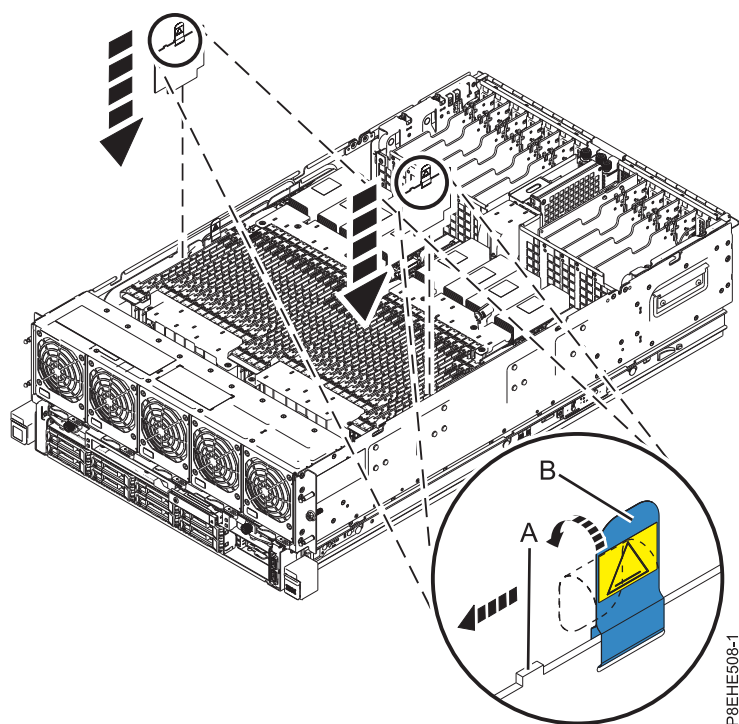

Figura 1. Instalando o módulo do regulador de voltagem da memória
- a. Coloque o módulo do regular de voltagem da memória no conector do painel traseiro do sistema, conforme mostrador em Figura 1.
**Nota:** Ao instalar o módulo do regulador de voltagem da memória, certifique-se de que a guia verde (A) está no lado do módulo do regulador de voltagem da memória que está mais perto da parte frontal do sistema. Isso assegurará que o módulo do regulador de voltagem da memória esteja orientado corretamente não esteja instalado de ponta cabeça.